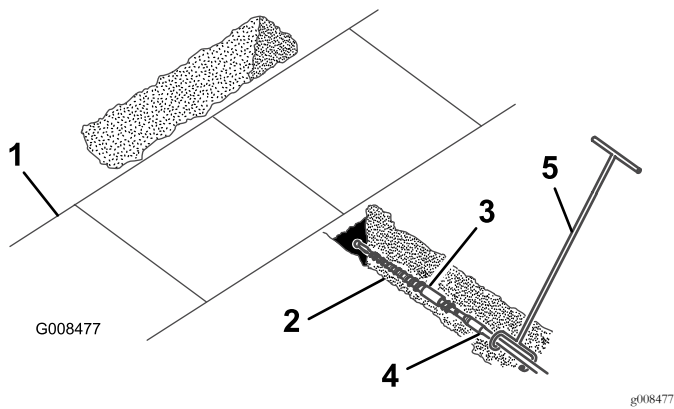

Рисунок 5
4. Подсоедините направляющую штока к штоку непосредственно за буровой насадкой (Рисунок 5).
5. Один человек, направляющий буровую насадку, стоит с правой стороны траншеи (Рисунок 5), оператор запускает двигатель, передвигает селекторный клапан насоса в положение «медленно» (черепаха) (только для тяговых блоков серии 200 и 300), устанавливает дроссельную заслонку в середине диапазона частоты вращения и перемещает рычаг управления вспомогательной гидравликой назад для запуска вращения буровой насадки в прямом направлении.
6. Медленно переместите тяговый блок вперед, при этом другой человек с направляющим инструментом штока направляет буровую насадку в грунт (Рисунок 5).